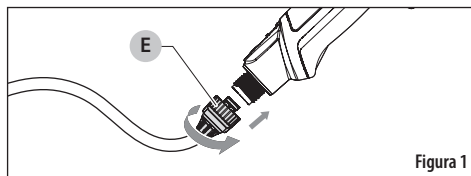

Figura 1
Conecte la manguera (E) en el atomizador eléctrico con varilla. Gire hacia la derecha para ajustarla. Vea la Figura 1